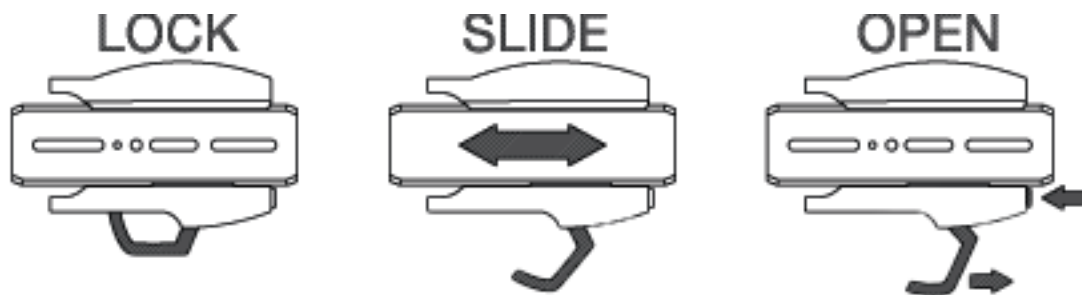

図3
- 親指でセーフティ・プッシュボタンを押し、図3「OPEN」で示すようにサイドロードレバーを完全に開きます。